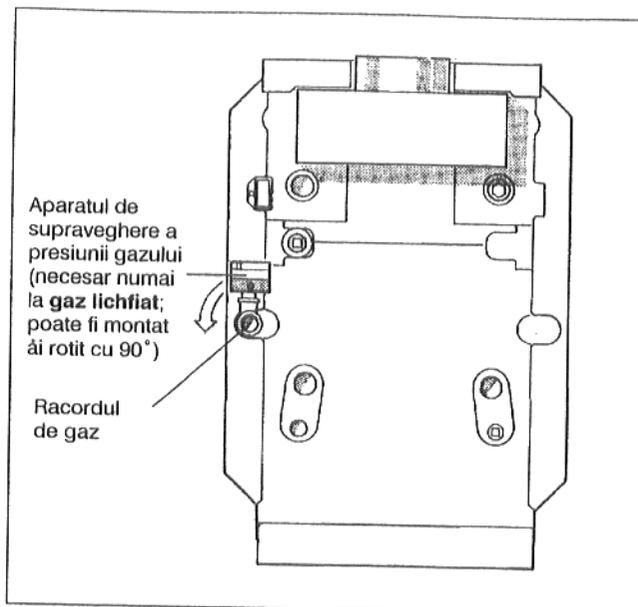

Fig. 13: Racordul de gaz
Conducta de gaz se va lega fără curent electric la racordul de gaz. (Fig. 13).
- La **gazul lichfiat** aparatul de supraveghere al gazelor de ardere livrat cu piesele de schimbare a tipului de gaz, se va presa în conducta de gaz lângă racordul de gaz al cazanului de încălzire cu discul de reglare în sus sau spre exterior (Fig. 13) și se va realiza racordul electric conform planului de conexiuni.